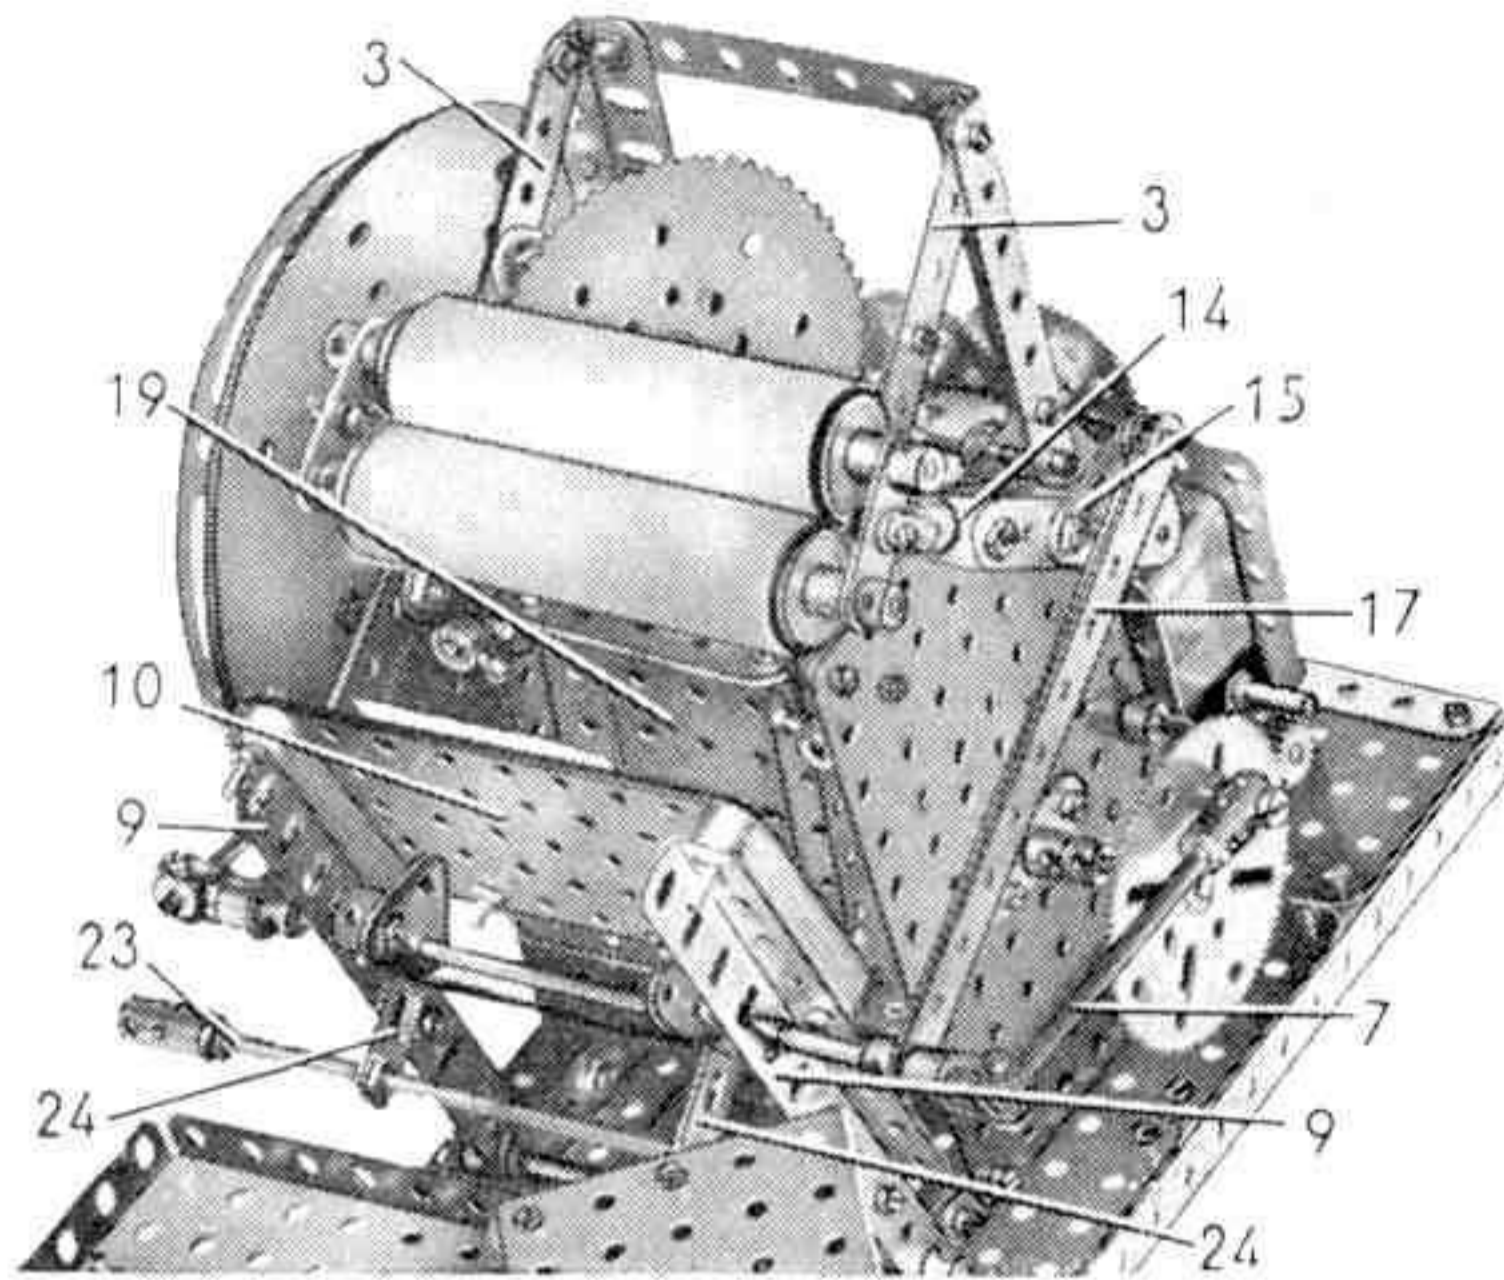

Fig. 4
Une courroie de transmission de 15 cm. est passée par-dessus les cornières (9) et ses extrémités sont nouées sur la tringle (8). Cette courroie maintient la platine (10) en arrière dans la limite des trous allongés des cornières (9), mais, au moment de l'impression, la platine est ramenée en avant au moyen d'un levier (23). Le levier (23) est une tige filetée tenue par des écrous dans deux leviers d'angle (24) fixés sur la tringle (8) (fig. 4). Une plaque triangulaire de 25 mm. est boulonnée sur chaque levier d'angle ; quand le levier (23) est soulevé, les plaques triangulaires et l'extrémité des leviers d'angle appuient sur la face inférieure de la platine et la poussent vers l'avant. La platine est en position d'impression. Si le levier (23) est abaissé, la platine revient en arrière ; dans ce cas, la machine peut fonctionner, mais l'impression n'aura pas lieu, la platine ne venant plus au contact des caractères.